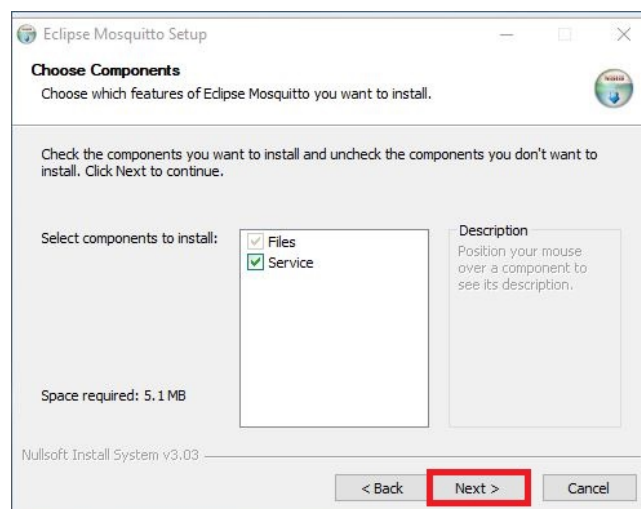

Figura 4.27: Selezione componenti Fast Mode
17. Cliccare su "Next >" confermando i componenti che si desidera installare, figura 4.27.